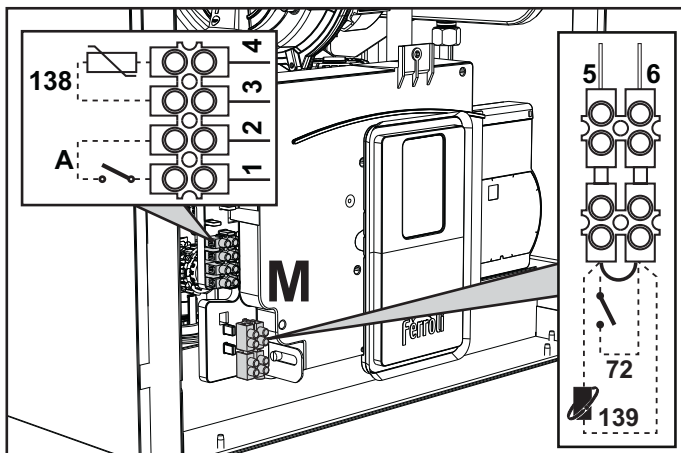
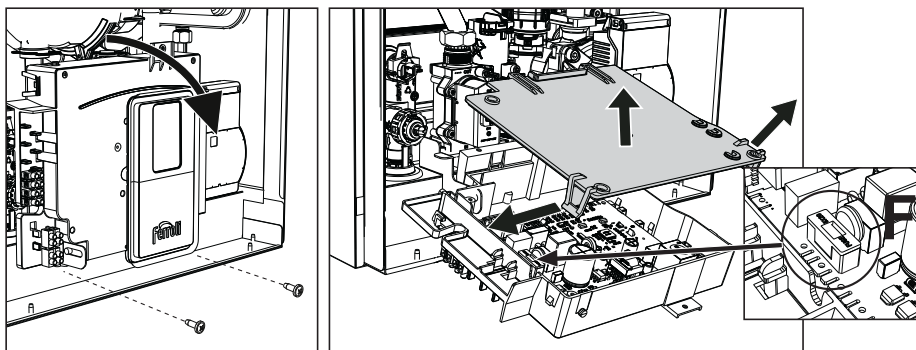

fig. 28
fig. 29
Después de quitar el panel frontal ( \*\*\* 'Apertura del panel frontal' on page 97 \*\*\* ) es posible acceder a las borneras (M) y al fusible (F) como se indica a continuación (fig. 28 y fig. 29). **Los bornes indicados en la fig. 28 deben tener contactos secos (no 230 V)**. La posición de los bornes para las diferentes conexiones también se ilustra en el esquema eléctrico de la fig. 67.
### Configuración del interruptor ON/OFF (A, fig. 28)